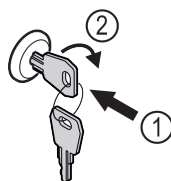

Fig. 180
- ▶ Пъхнете ключа. Fig. 180 (1)
- ▶ Завъртете го на 90° по посока на часовниковата стрелка. Fig. 180 (2)